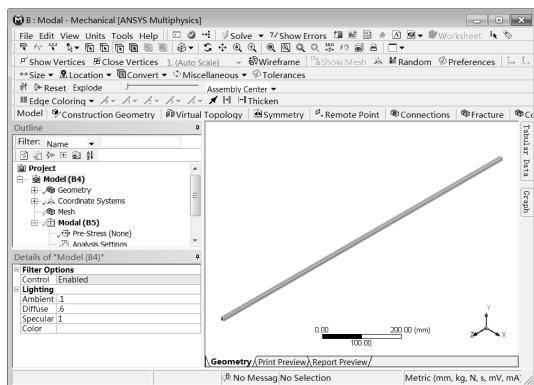

图 9-16 Mechanical 界面
Step1: 双击项目 B 中的 B4 (Model) 选项, 此时会出现 Mechanical 界面, 如图 9-16 所示。